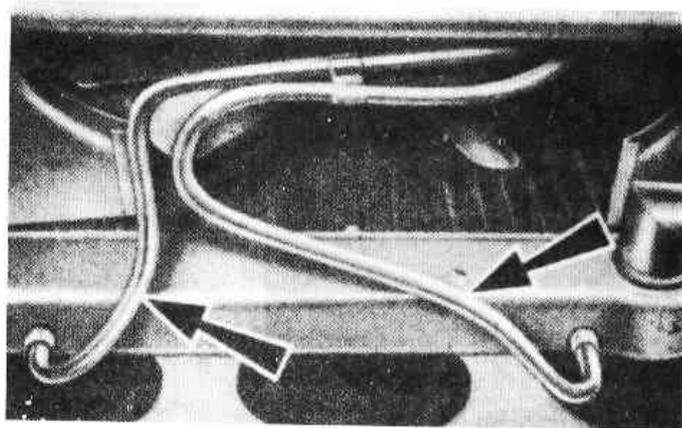

Рис.2.2. Трубки масляного радиатора автоматической трансмиссии (Разд.5).
4. Автомобили с автоматической трансмиссией. Подставьте под радиатор ванночку для стока масла, отсоедините обе трубки масляного радиатора и отведите их от радиатора (Рис.2.2).